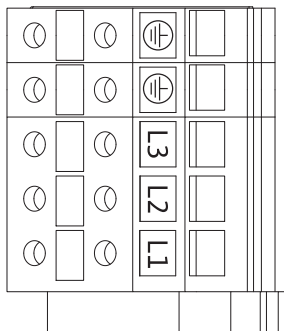

Fig. 25: Võimsusklemmid
- Toiteklemmid (võrguühendusklemmid) (Fig. 25)